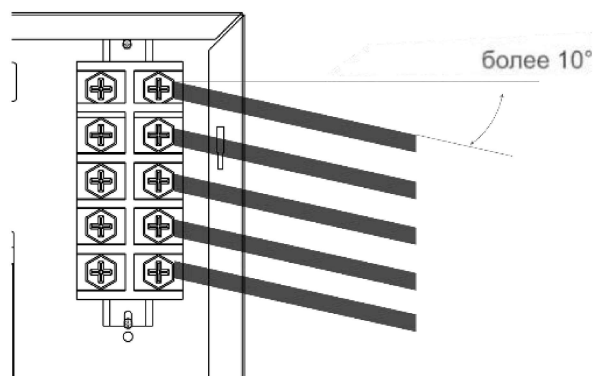

Рис. 13. Расположение сетевого кабеля
- Открутите трубу обратной линии и достаньте сетчатый фильтр из патрубков котла (см. Рис. 13).